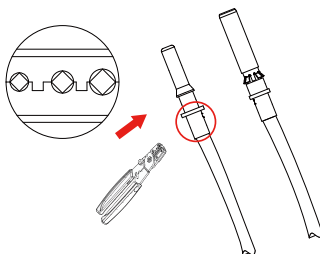

Figura 14. “Crimpar” o pino de contato no cabo.
1. “Crimpar” os cabos utilizando uma alicate apropriada, como mostrado na figura 14.